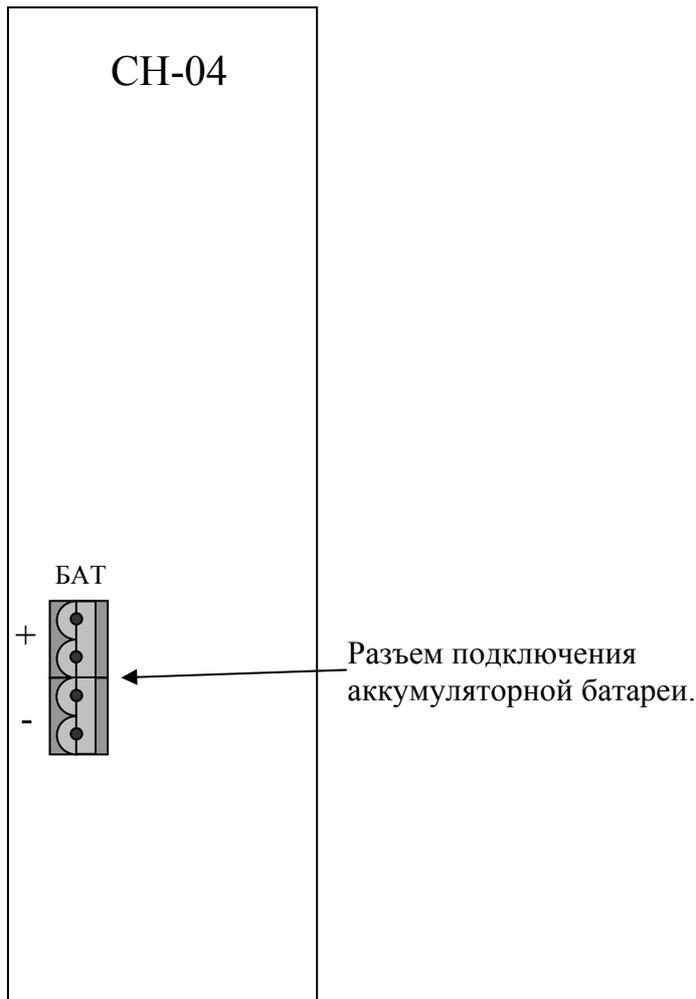

Рисунок 1. Лицевая панель платы СН-04.
4.1.6 Присоедините аккумуляторную батарею к разъему «БАТ», расположенному на лицевой панели платы, см. рис. 1.